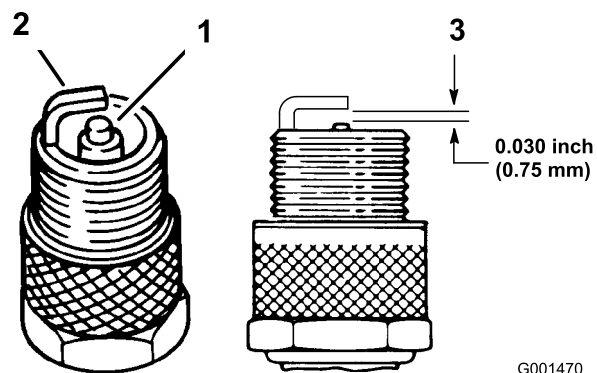

図 33
4. 電極 (側面と中央) と碍子の状態を点検する (図 33)。
5. 電極間のエアギャップを 0.76 mm に調整する (図 33)。